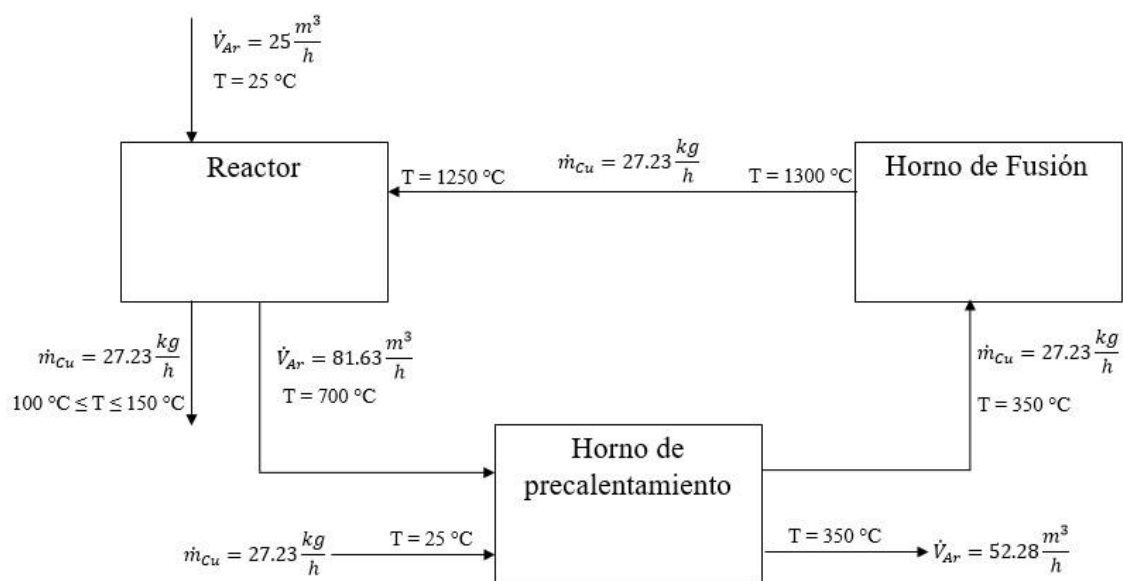

Figura 6.- Bosquejo del sistema horno de fusión – reactor – horno de precalentamiento.
d) El bosquejo completo del sistema se presenta en la Figura 6.